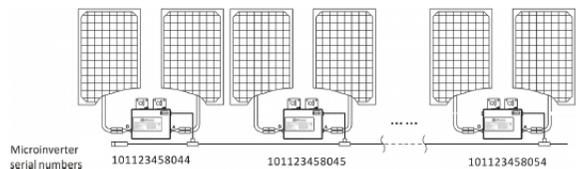

Figura 11
- Cada microinversor APsystems tiene etiquetas de número de serie extraíbles. Quite las etiquetas, pegue una en la ubicación correspondiente en los APsystems mapa de instalación, y complete A, B en la etiqueta a continuación (como figura 12) de acuerdo con el diseño en el techo (como figura 11). A continuación, pegue otro etiqueta al marco del módulo PV que es fácil de ver. Las tarjetas de garantía puede obtenerlo del apéndice de este manual o del sitio web APsystems www.APsystems.com